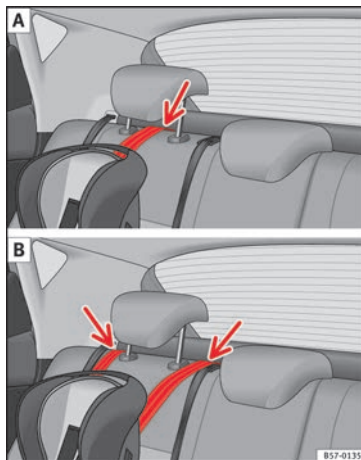

Fig. 35 Sangle de fixation : réglage et montage en fonction de la ceinture Top Tether.
- Placez la courroie sous l'appuie-tête du siège avant » **fig. 35** (en fonction des instructions du siège, relevez ou retirez l'appuie-tête si nécessaire).